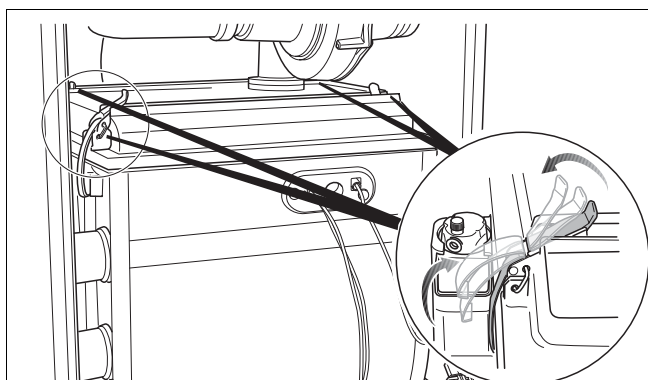

Fig. 114 Deschideți zăvoarele cu închidere automată
- Deschideți cele 4 zăvoare de la capacul arzătorului (Fig. 114). Zăvoarele cu închidere automată se pot afla sub tensiune.